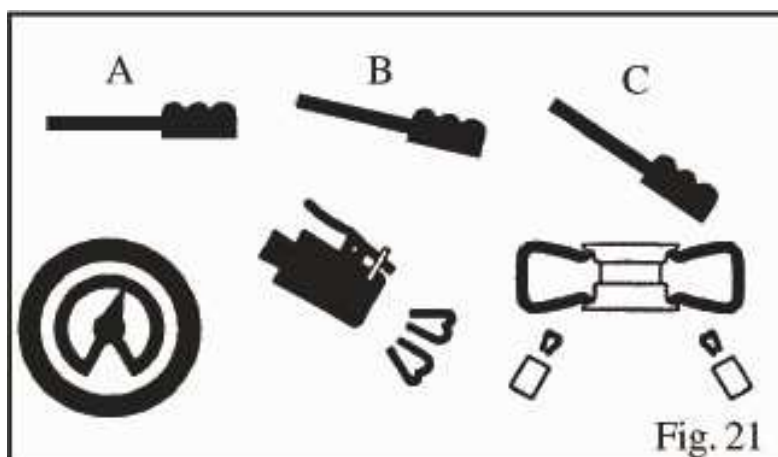

Fig. 21
- Abbassare il pedale in posizione intermedia (B - Fig. 21)
- Se il tallone del pneumatico non è ben posizionato, a causa di un tallone rigido, sollevare manualmente il pneumatico fino a quando il tallone superiore si appoggia contro il cerchio, quindi premere il pedale fino in fondo (C - Fig. 21). Un forte getto d'aria verrà rilasciato attraverso gli ugelli nelle guide e ciò favorirà il posizionamento dei talloni.
- Rilasciare i pneumatici; portare il pedale in posizione intermedia (B - Fig. 21) e continuare a gonfiare il pneumatico con brevi getti d'aria, controllando costantemente la pressione tra un getto d'aria e l'altro fino al raggiungimento della pressione richiesta.